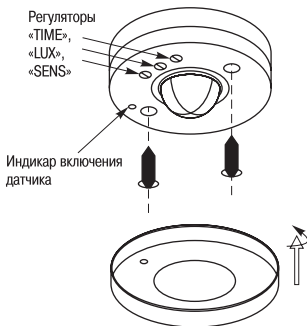

Рисунок 2
5.2 Установка датчиков осуществляется, как правило, на потолок помещения (рисунок 2). Высота установки должна составлять от 2 до 6 м.
Для доступа к крепёжным отверстиям в основании датчика, а также к регулировочным винтам, необходимо снять с датчика защитную крышку, повернув её по часовой стрелке (смотри рисунок 2).